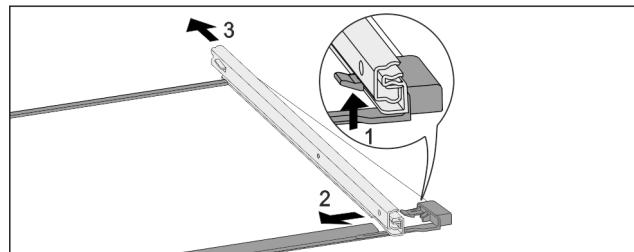

Fig. 157 Стъклена плоча с релси
- Натиснете нагоре предните фиксиращи палци. Fig. 157 (1)
- Пълзнете изтеглящата релса настрани Fig. 157 (2) и назад Fig. 157 (3).